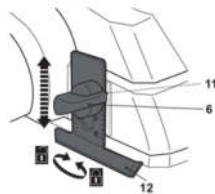

Imagen 1
Alinear la ranura de la profundidad de rebaja calibre (12) a la rosca de montaje (11) y fíjelo con un tornillo de mariposa (6) (Imagen 1).
Apriete el interruptor de alimentación (2) para poner en marcha la herramienta (Fig. 1).